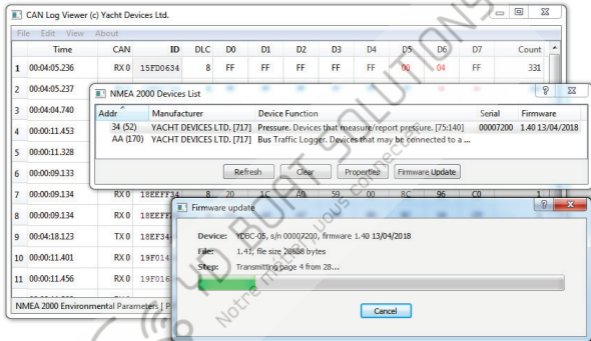

Figure 1. Mise à jour du microprogramme du baromètre
2. Cliquez sur le bouton «Actualiser» (voir la figure 1 à la page suivante) dans la fenêtre ouverte et attendez que le périphérique apparaisse dans la liste.